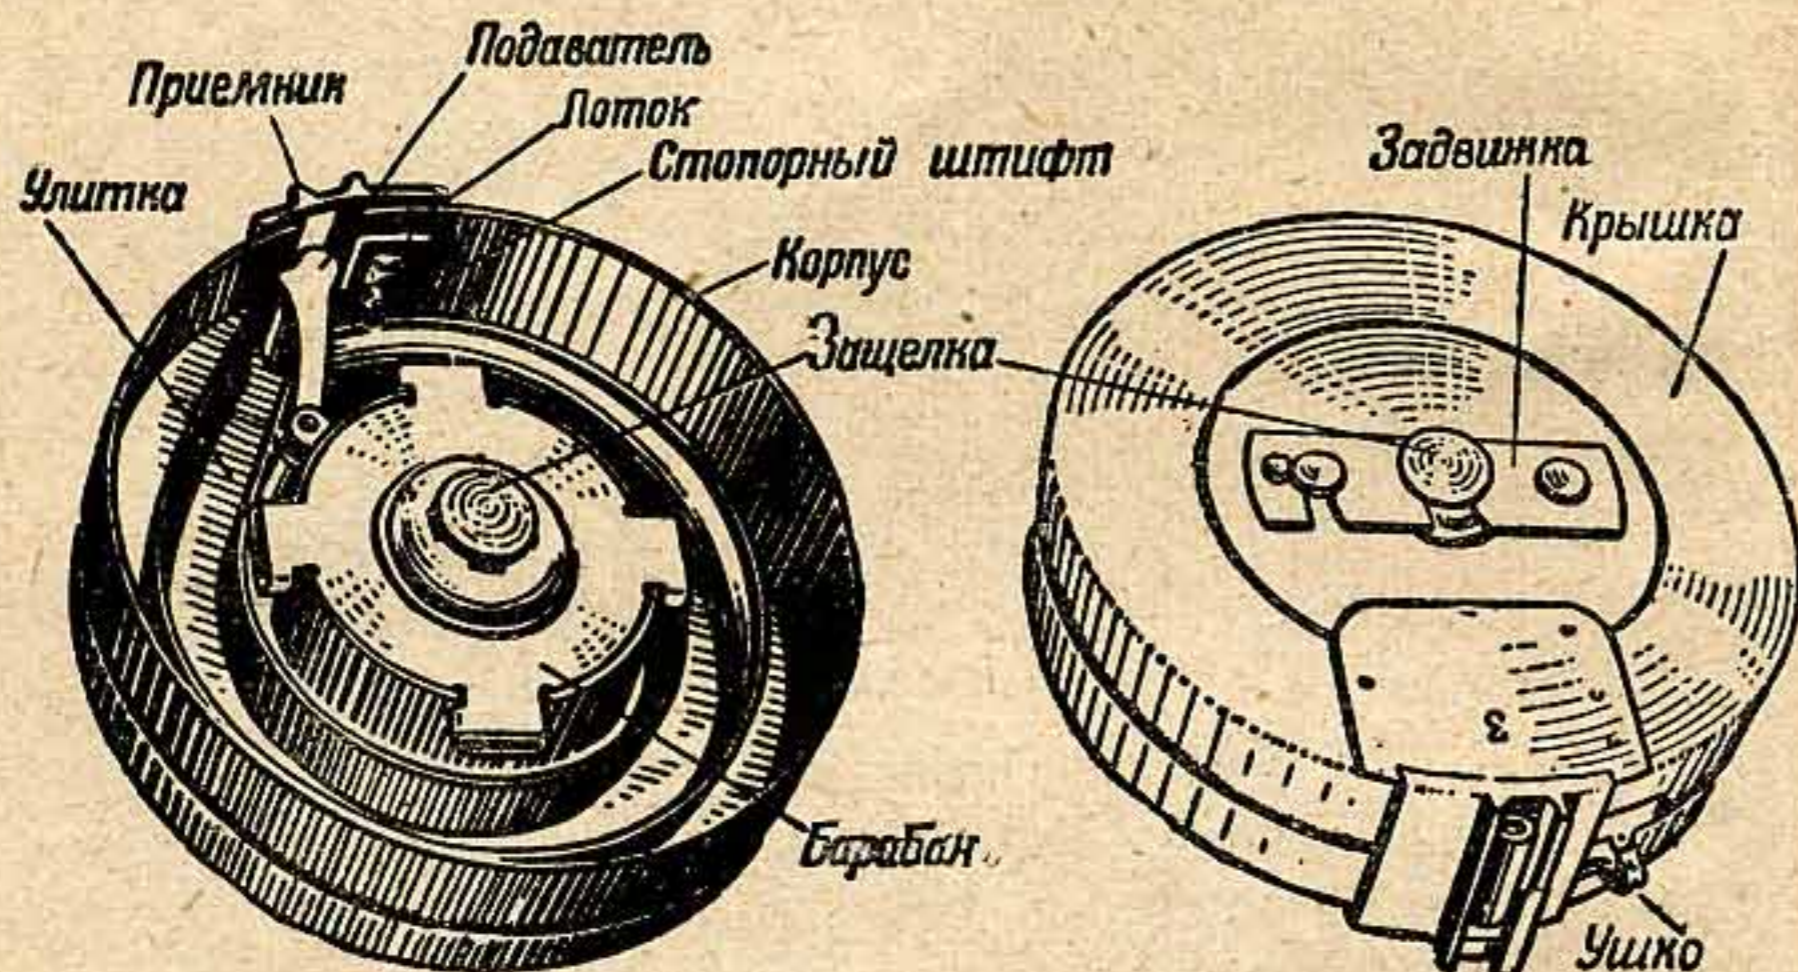

Рис. 22. Дисковый магазин
11. **Дисковый магазин** (рис. 22) служит для помещения в нём 71 патрона. Он состоит из кор-